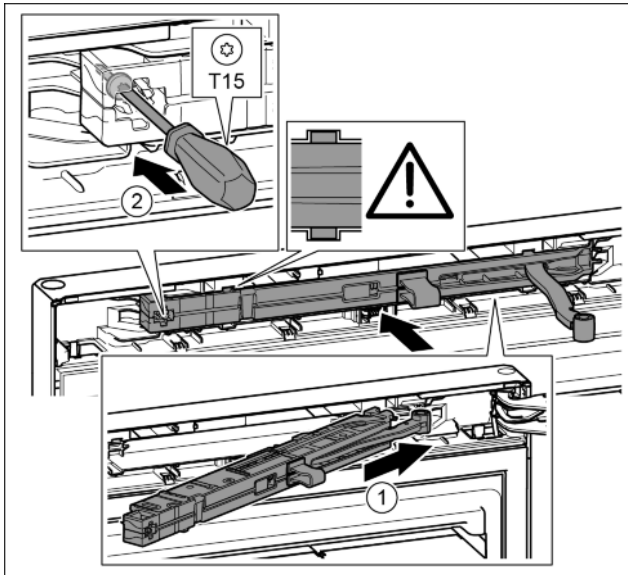

Fig. 22
- ▶ Вкарайте блока на затварящия демпфер от страната на лагерната стойка докрай под ъгъл в отвора. Fig. 22 (1)
- ▶ С отвертка T15 затегнете винта. Fig. 22 (2)